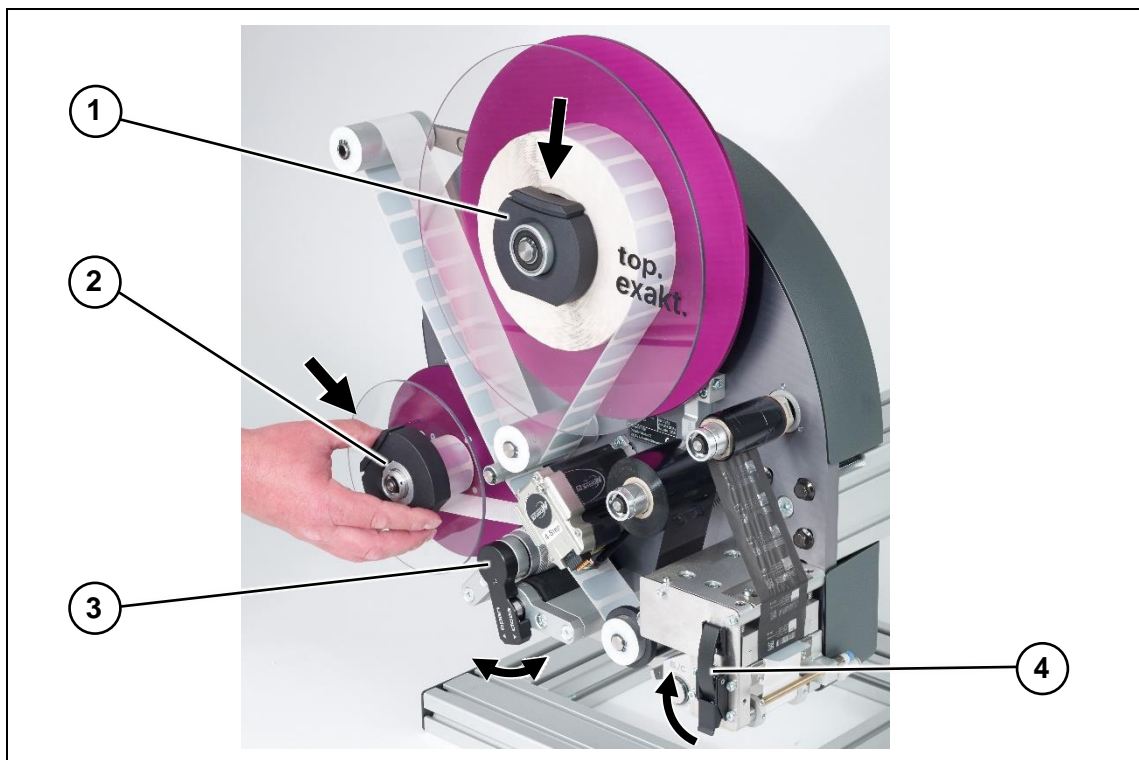

Abbildung 17 Etikettenrolle entfernen
- 2 Entfernen Sie die vordere Bordscheibe (Abbildung 17, Pos. 1) der Etikettenabwicklung, indem Sie den Klemmring gedrückt halten.
- 3 Heben Sie die Friktionsrolle ab, indem Sie den Hebel (Abbildung 17, Pos. 3) in Pfeilrichtung lösen.
- 4 Öffnen Sie den Druckkopf, indem Sie die Spannvorrichtung (Abbildung 17, Pos. 4) lösen.
- 5 Entfernen Sie die vordere Bordscheibe (Abbildung 17, Pos. 2) der Trägerpapieraufwicklung, indem Sie den Klemmring gedrückt halten.
- 6 Setzen Sie die vorderen Bordscheiben (Abbildung 17, Pos. 1 + 2) auf die Rollenkerne auf, indem Sie die Klemmung gedrückt halten.
- 7 Schließen Sie den Druckkopf an der Spannvorrichtung (Abbildung 17, Pos. 4).
- 8 Legen Sie die Friktionsrolle wieder an, indem Sie den Spannhebel (Abbildung 17, Pos. 3) der Antriebseinheit arretieren.
- 1 Öffnen Sie den Druckkopf an der Spannvorrichtung (Abbildung 17, Pos. 4).